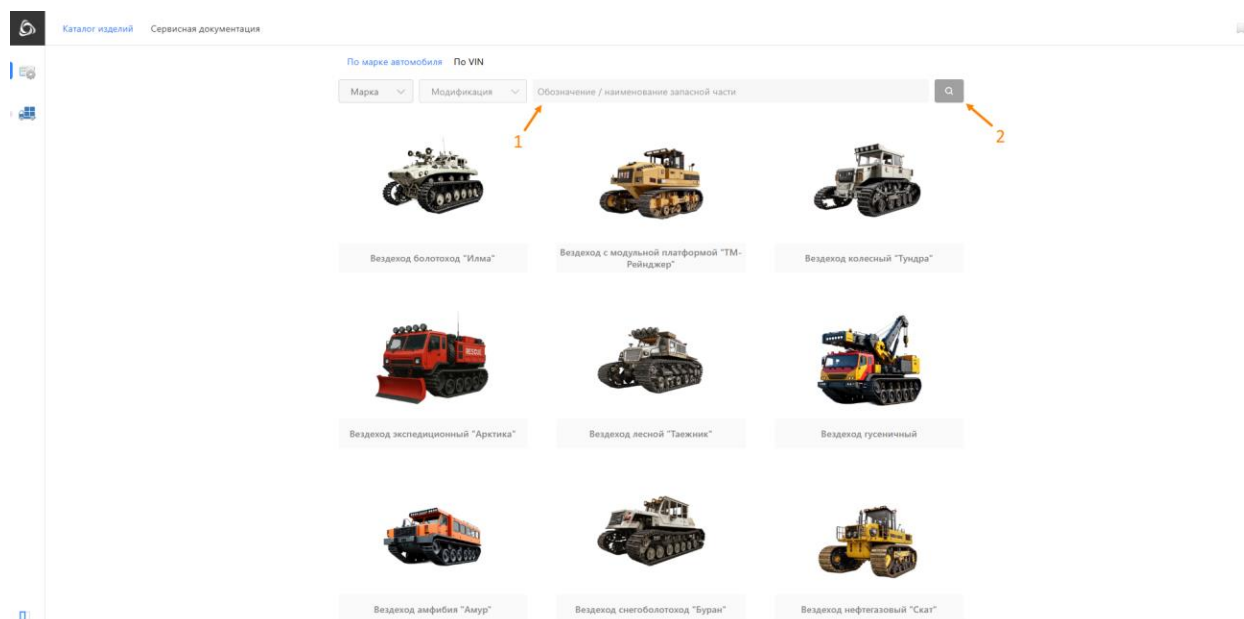

Рисунок 25 – Поиск по ДСЕ
- В строку поиска ввести обозначение или наименование ДСЕ ([1], Рисунок 25);
- Нажать на кнопку «Найти» ([2], Рисунок 25);